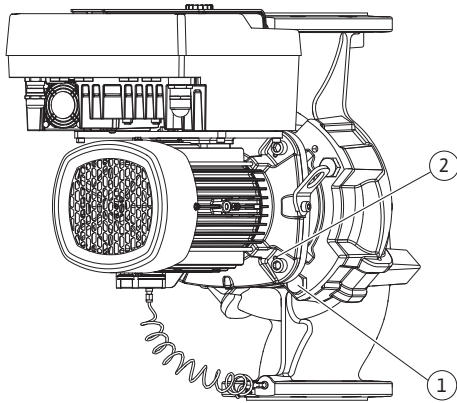

Fig. 104: Afdrukken van de insteekset via draadboringen (DN 100...DN 125)
22. Met het verwijderen van de schroeven (Fig. II, pos. 10) wordt ook de verschildruksensor losgemaakt van de motorflens. Laat de verschildruksensor (Fig. I, pos. 8) met fixatieplaatje (Fig. I, pos. 13) aan de drukmeetleidingen (Fig. I, pos. 7) hangen. Koppel de aansluitkabel van de verschildruksensor in de elektronikamodule los.
23. Druk de insteekset los van het pomphuis. Gebruik daarvoor de twee draadboringen (zie Fig. 104, pos. 1).
31. Verwijder de insteekset (zie hoofdstuk „Beschrijving van de pomp”) door de flensschroeven (Fig. I/III, pos. 29) van het pomphuis los te draaien.
32. Met het verwijderen van de bouten (Fig. I/III, pos. 29) wordt ook de verschildruksensor losgemaakt van de motorflens. Laat de verschildruksensor (Fig. I, pos. 8) met fixatieplaatje (Fig. I, pos. 13) aan de drukmeetleidingen (Fig. I, pos. 7) hangen. Maak de aansluitkabel van de verschildruksensor in de elektronikamodule of aan de steekverbinding los en trek de kabel los.
33. Gebruik de twee draadboringen (Fig. 104, pos. 1) die ernaast liggen om de insteekset van het pomphuis af te duwen en gebruik geschikte bouten (bijv. M10 x 25 mm, niet inbegrepen).
34. Breng een steeksleutel (SW 32 mm) in het lantaarnvenster in (Fig. III, pos. 38) en houd de as bij de sleutelvlakken vast. Draai de waaiermoer (Fig. III, pos. 22) los. Verwijder de eronder liggende ringen (Fig. III, pos. 23) en trek de waaier (Fig. III, pos. 21) van de pompas. Demonteer de vlakke spie (Fig. III, pos. 37).
35. Trek de mechanische afdichting (Fig. III, pos. 25) en de afstandsring (Fig. III, pos. 20) los.
36. Verwijder de tegenring (Fig. III, pos. 26) van de mechanische afdichting uit de zitting van het lantaarnstuk.